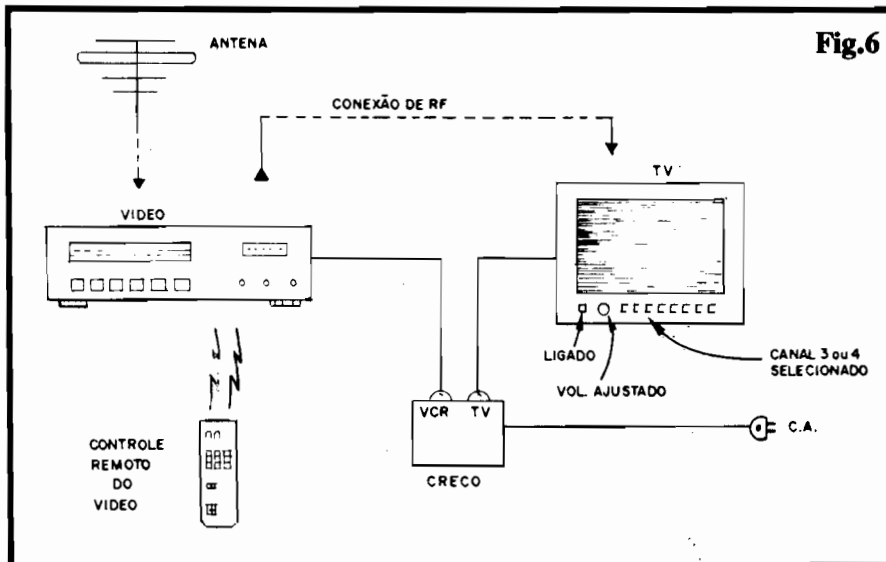

Fig.6
- FIG. 6 - INTERLIGANDO TUDO...
Notar que (ver diagrama de conexões na fig. 6...) as ligações de **antena** devem ser feitas (provavelmente já estão assim, na instalação original...) unicamente ao VCR, e que a Saída de RF deste deve estar conetada à Entrada de Antena da TV, através do conveniente cabo (coaxial de 50 ohms, ou "fita" de 300 ohms, com o auxílio do respectivo **baloon**...), para que a sintonia dos canais possa ser efetivamente feita, na recepção normal, via VCR (o televisor sempre receberá os sinais de RF já devidamente "convertidos" para a frequência dos canais 3 ou 4, conforme o caso...). Todas as operações normais com a TV passam a ser feitas Via Remoto do Vídeo (com exceção de eventual controle de **volume**, mas este é um parâmetro de ajuste "semi-fixo", que muito dificilmente ficamos alterando a todo momento...).